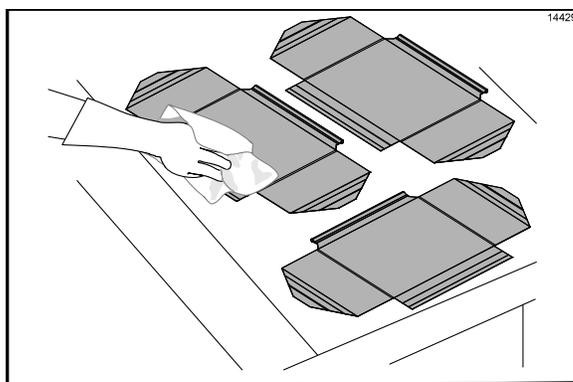

Abbildung 110
42. Beide Trennfolien beidseitig mit einem sauberen, mit Desinfektionsmittel getränkten Grilltuch abspülen. (Siehe Abbildung 110.)